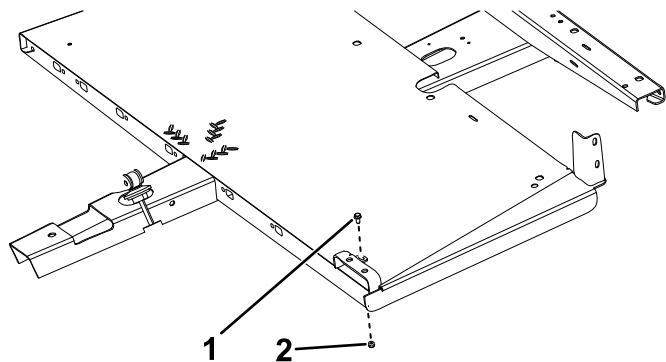

Figura 5
2. Sujete los soportes del suelo a la parte superior del bastidor, como se muestra en la Figura 5.